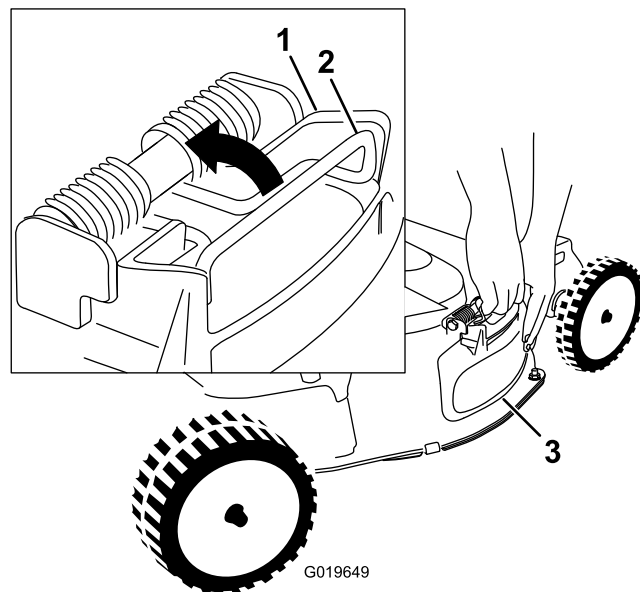

Рисунок 25
4. Снимите крышку бокового выброса, потянув вверх за пружину, удерживающую крышку на месте, и сняв крышку (Рисунок 25).